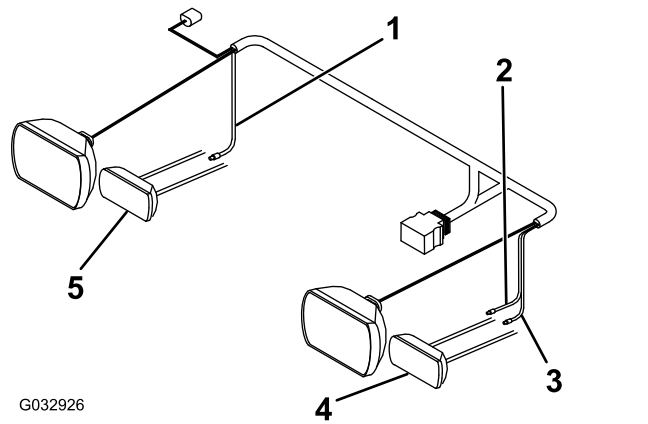

Figura 17
5. Conecte el cable rosa del arnés de cables largo al cable del intermitente derecho con un conector de empalme (Figura 17).
6. Conecte el cable violeta del arnés de cables largo al cable del intermitente izquierdo con un conector de empalme (Figura 17).
7. Conecte el cable amarillo del arnés de cables largo al cable de la luz de estacionamiento izquierda con un conector de empalme (Figura 17).